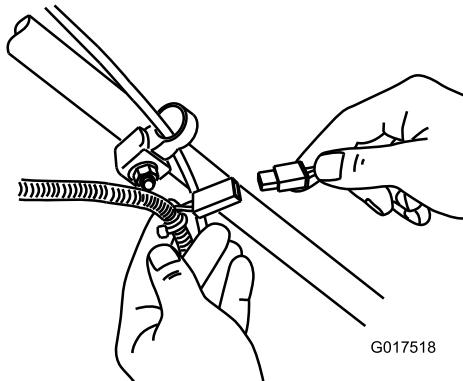

Bild 35
1. Schließen Sie das Ladegerät an den Kabelbaum an, der sich unter dem Zündschloss befindet (**Bild 35**).